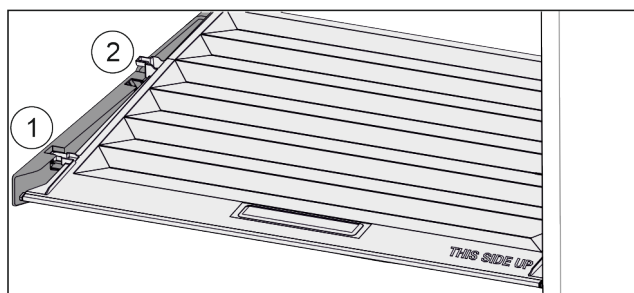

Fig. 109
- ▶ Pokrywę pociągnąć do przodu Fig. 109 (1), aż otworzy się w elementach trzymających.
- ▶ Podnieść tył od dołu i w wyjąć Fig. 109 (2) go do góry.